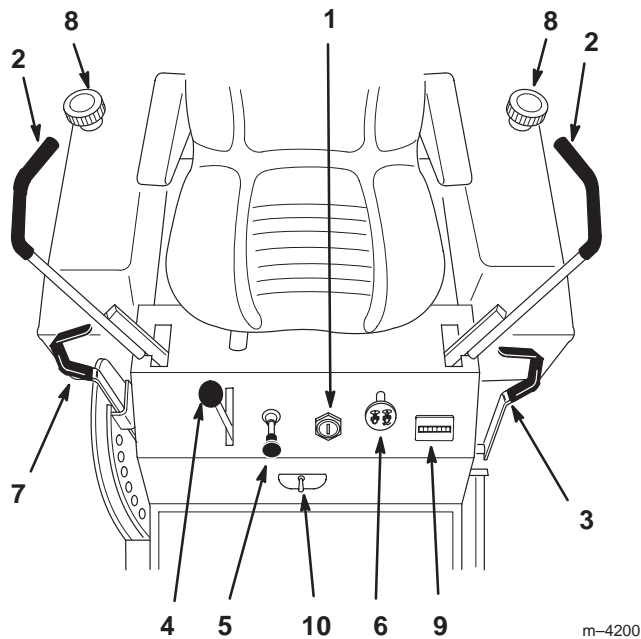

Figure 9
Avant de mettre le moteur en marche et d'utiliser la machine, familiarisez-vous avec toutes les commandes (Fig. 9).
1. Mettez les leviers de commande de déplacement (Fig. 9) en position de verrouillage du point mort.